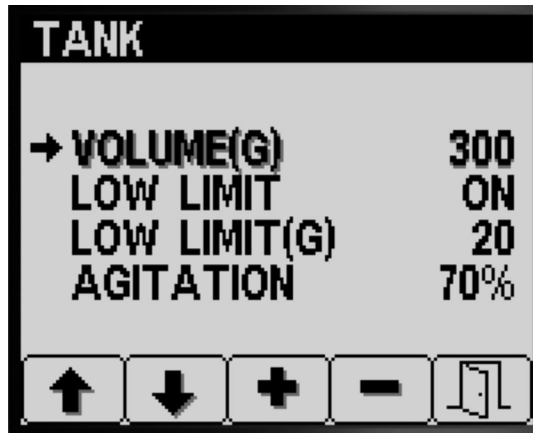

Figura 12
1. Apăsați butonul 1 sau 2 pentru a naviga la opțiunea TANK VOLUME (volum rezervor) (Figura 12).
2. Apăsați butonul 3 sau 4 pentru a crește sau a scădea valoarea pentru volumul de substanță chimică din rezervorul pulverizatorului (Figura 12).